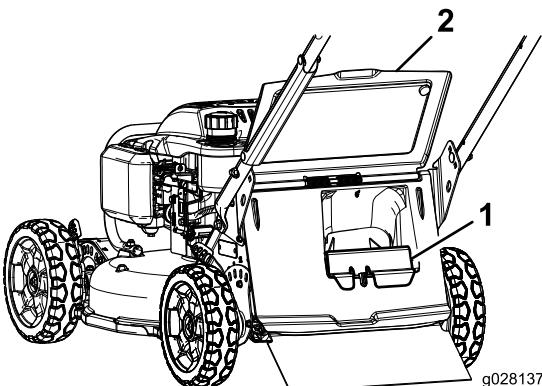

Figura 16
- Si el tapón de descarga trasera no está instalado, sujételo por el asa, eleve la puerta trasera e introduzcalo en el conducto de descarga trasera hasta que el enganche encaje en su sitio (Figura 16).
3. Retire el tapón de descarga trasera presionando el enganche hacia dentro con el dedo pulgar y extrayendo el tapón de la máquina (Figura 16).